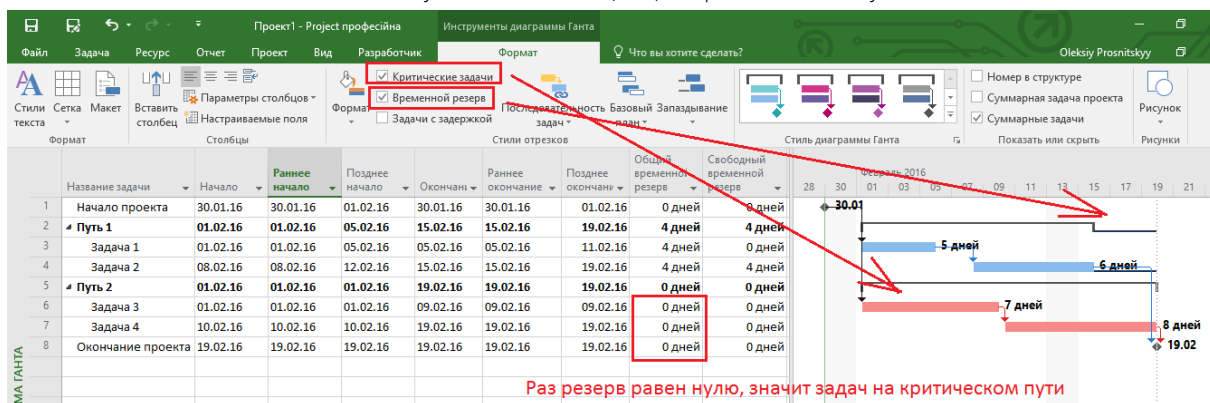

Рисунок 8.2 – Критический путь в Microsoft Project
1. На закладке «Формат» нажать кнопку «Критические задачи». Microsoft Project отобразит критические задачи коралловым цветом (см. выше рисунок 8.2).